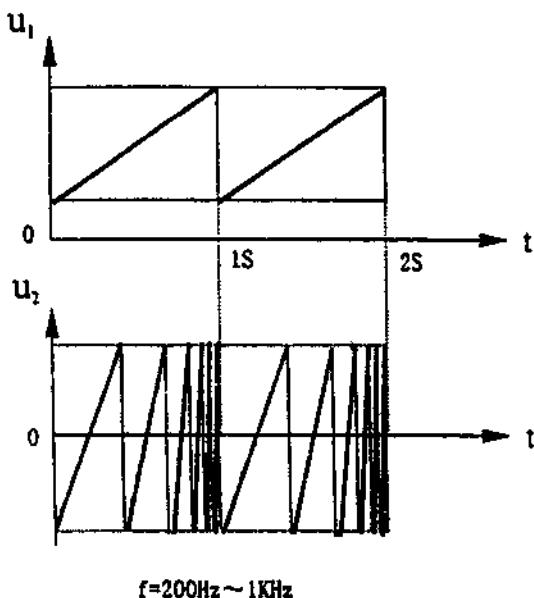

图2.1.9
(1) 要求
- 产生一种方波(或三角波, 或锯齿波), 在周期 $T=1\text{s}$ 内其频率 f 在 $200\text{Hz} \sim 1\text{KHz}$ 之间变化, 如图2.1.9中 u_2 波形所示;
(2) 原理框图